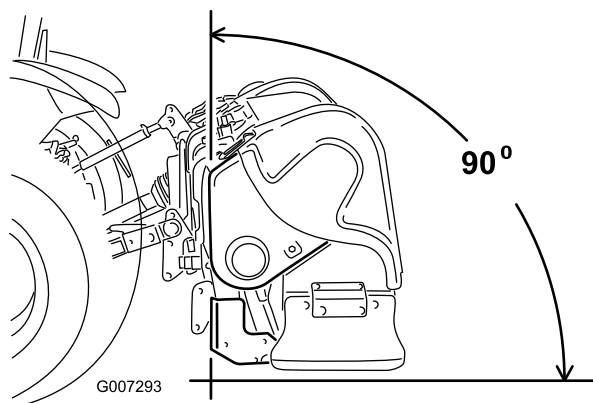

图 7
**注意** 要获得最佳打孔质量操作时机器的前部必须垂直图 7。调节上连杆以控制此角度。请参阅操作提示 (页码 23) 了解其它信息。